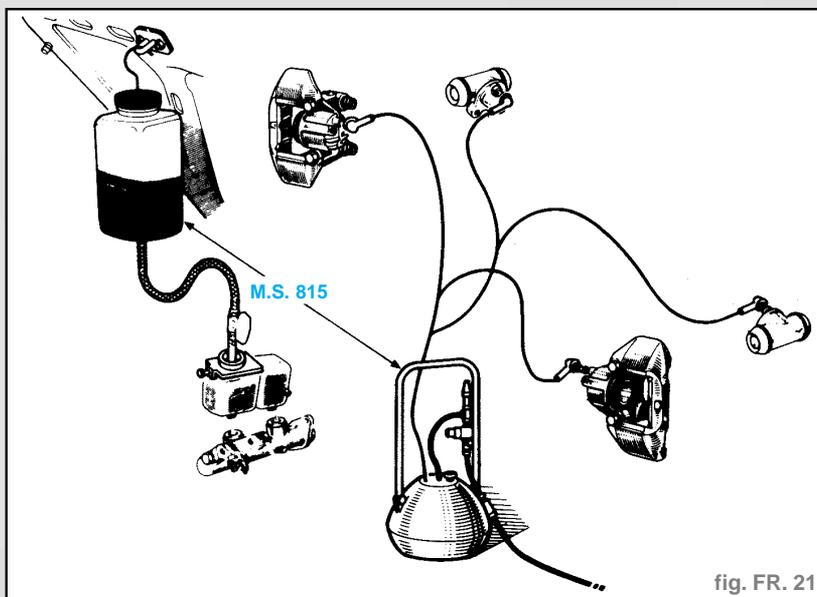

fig. FR. 21
- La purge s'effectue avec l'appareil M.S. 815 sur un pont quatre colonnes, roues au sol (fig. FR. 21).